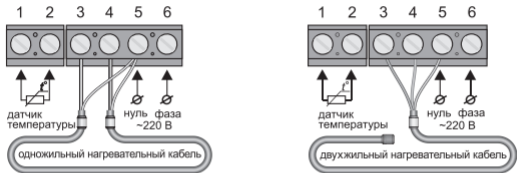

Рис. 10
Если у Вас 2-х проводная электрическая сеть (без проводника заземления), экран нагревательной секции подключается к нейтральному проводнику (N) сети питания, на клемму 5 (рис. 10).